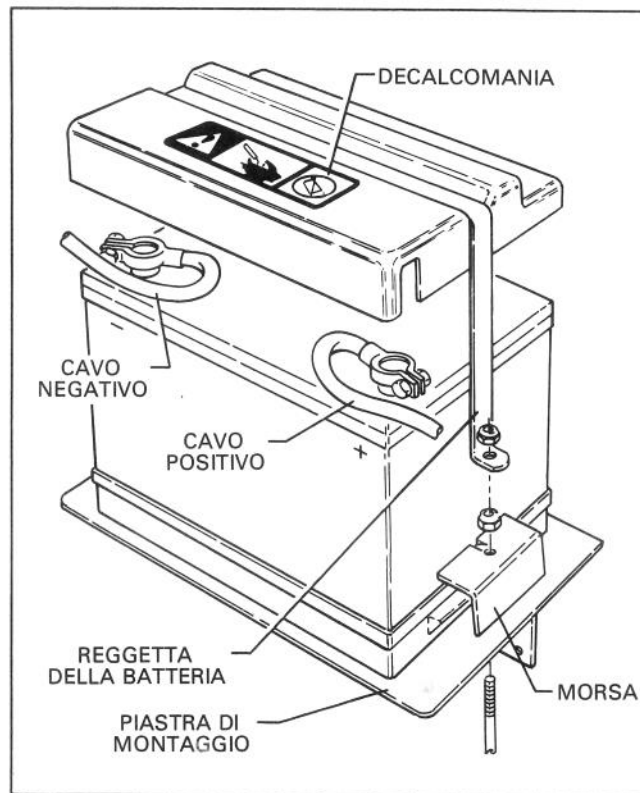

Figura 21
41. Fissate il cavo negativo (nero) della batteria al morsetto negativo (-) della batteria. Intradate il cavo come mostrato nella figura 21, in modo che il coperchio della batteria si adatti al cavo. Stringete la brida del cavo.
42. Fissate il cavo positivo (rosso) della batteria al morsetto positivo (+) come mostrato nella figura 21. Stringete la brida del cavo.
43. Installate il coperchio sopra alla batteria. Fissate la batteria alla piastra di montaggio con viti a ferro, morsa e dadi. Applicare una decalcomania sul coperchio della batteria come illustrato nella figura 21.